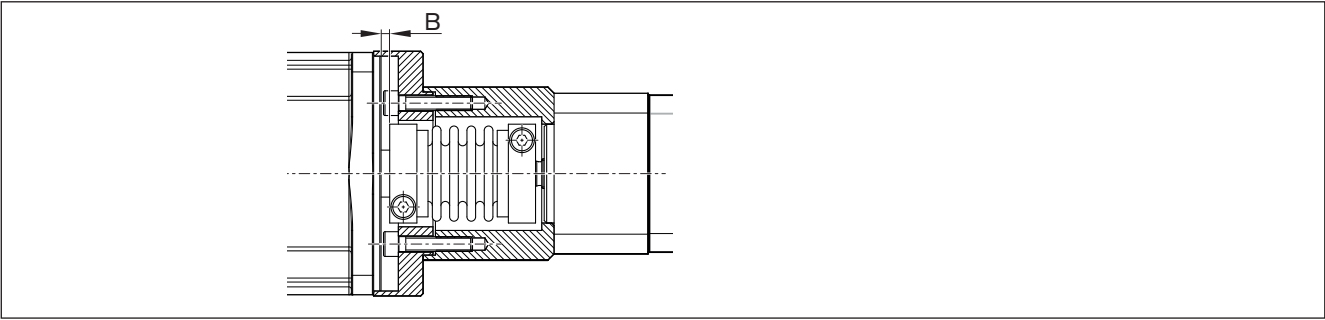

Fig. 17 : Réglage des dimensions B
1. Placer l'accouplement (1) sur la sortie d'arbre du moteur (6). Respecter ce faisant l'écartement (B)
⇒ Fig. 17/Tableau 13. Serrer l'accouplement avec la vis de serrage (3) sur la sortie d'arbre moteur avec M_{A1} .